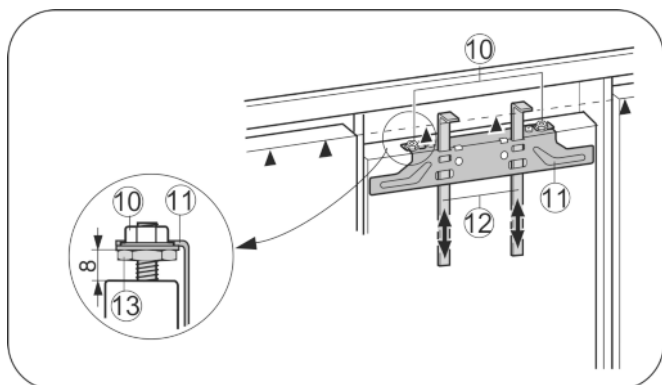

Fig. 17
- ▶ Dosunąć pomoce montażowe Fig. 17 (12) do wysokości drzwi meblowych. Dolna krawędź oporowa ▲pomocy montażowej = górna krawędź montowanych drzwi meblowych.
- ▶ Odkręcić poziomą listwę mocującą Fig. 17 (11), odkręcając nakrętki zabezpieczające Fig. 17 (10).